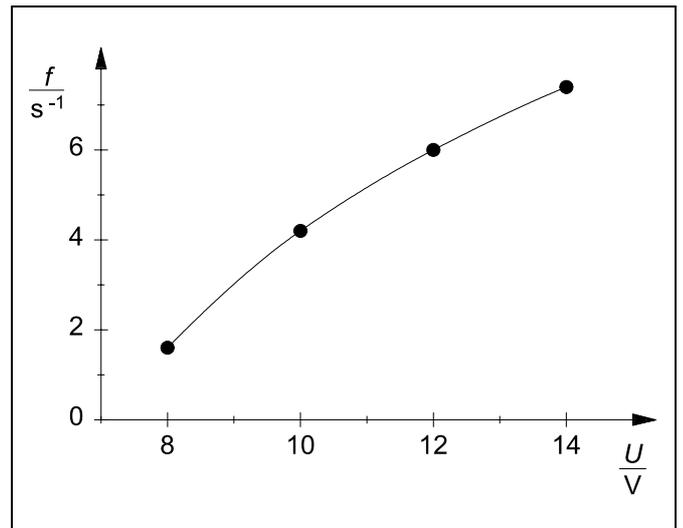

Fig. 4 Drehzahl  $f$  des ungebremsten Heißluftmotors in Abhängigkeit von der Heizspannung  $U$ .
Aus den beiden letzten Größen wird gemäß (IV) der Wirkungsgrad  $\eta$  ermittelt (siehe Tab. 4). Fig. 4–6 zeigen die Abhängigkeiten in graphischer Darstellung.